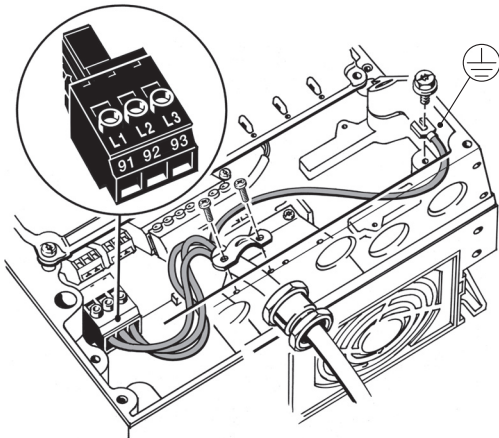

Fig. 21 Raccordement au réseau électrique, A4 et A5
1. Raccorder le conducteur de terre à la borne 95 (PE). Voir fig. 21.